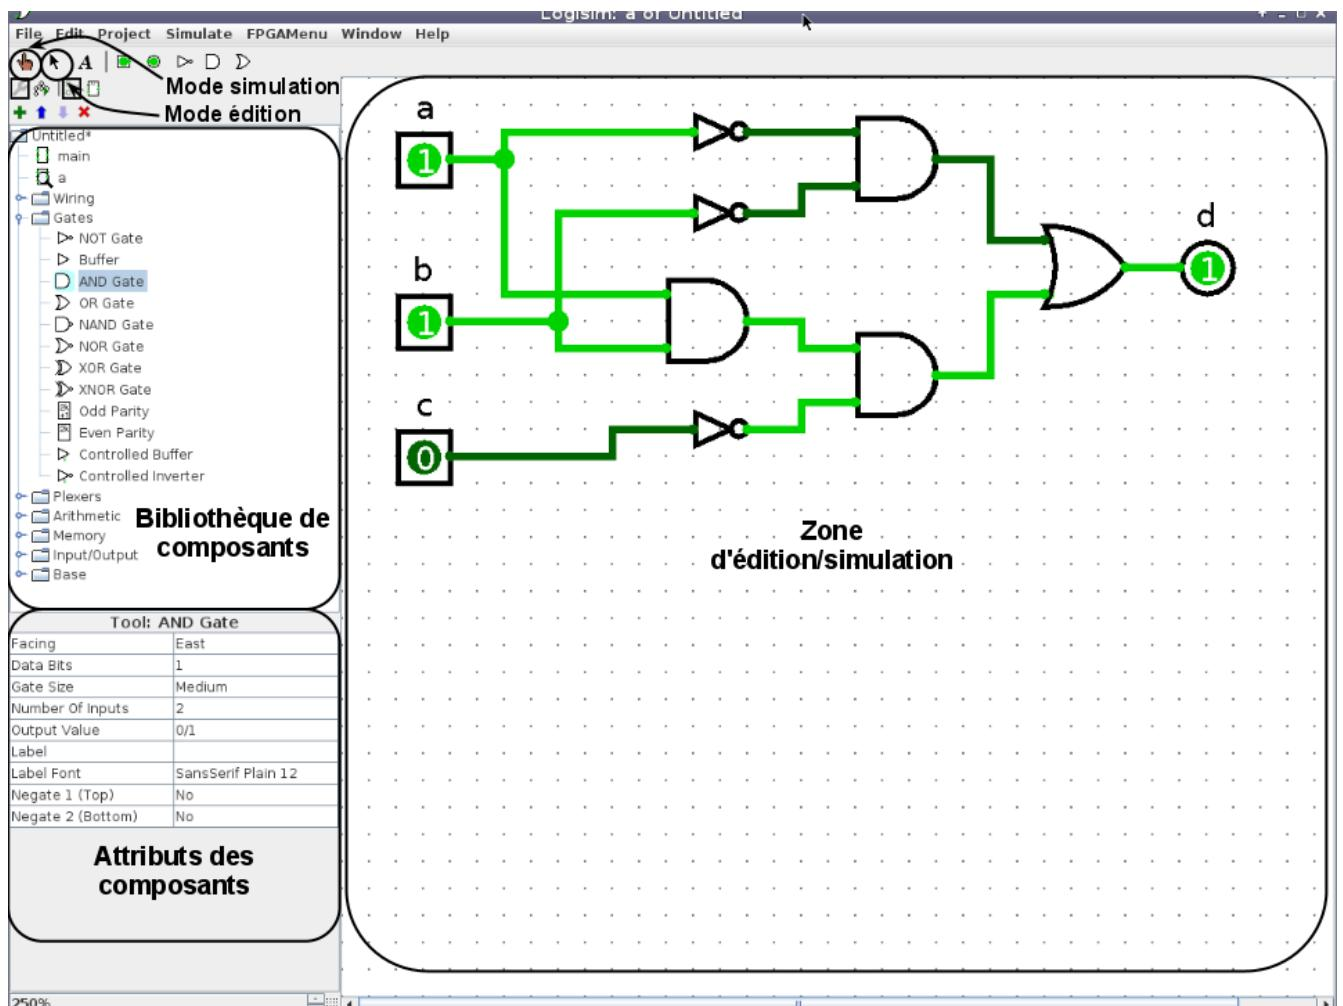

FIG. 1 : Interface de Logisim
Vous pouvez voir l'interface de Logisim sur la Figure 1.
1. Pour utiliser le mode édition, il faut simplement sélectionner la flèche comme indiqué en haut de la figure 1.
1. Pour utiliser le mode simulation, il faut sélectionner la main en haut à gauche de Logisim (cf Figure 1).